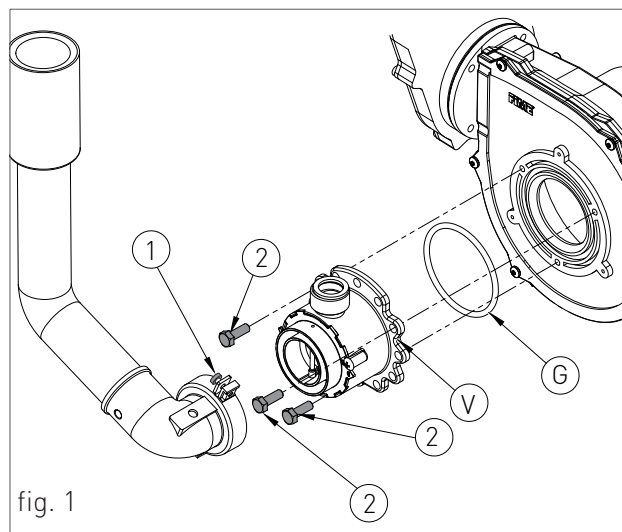

fig. 1
Per rimuovere il mantello in ABS della caldaia procedere come segue (vedi fig.1):
- > Afferrare contemporaneamente le staffe di supporto del pannello comandi (fig. 1) allargandole, e rovesciare il pannello ruotandolo verso il basso;
- > svitare le quattro viti di fissaggio 1 - fig. 1;
- › ruotare il rubinetto di scarico dell'impianto 'RS' (fig. 1);
- › allentare le due viti '1' (fig.1) dalla boccola di fissaggio, e rimuovere il tubo di aspirazione aria;
- › svitare le tre viti di fissaggio '2' (fig.1) del venturi 'V' (fig.1) con una chiave da 10, tipo come in figura 2;
- › rimontare i componenti procedendo in senso inverso rispetto alle operazioni di smontaggio assicurandosi che venga rimontata la guarnizione 'G' come in fig.1;